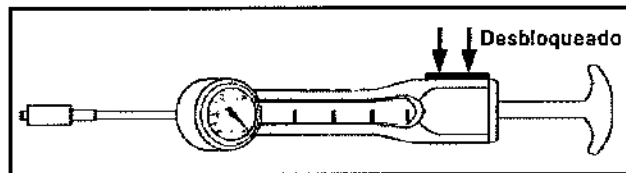

Figura 1
1. Sujete el dispositivo con una mano y presione el pestillo manual hasta desbloquear o liberar el émbolo roscado (figura 1).